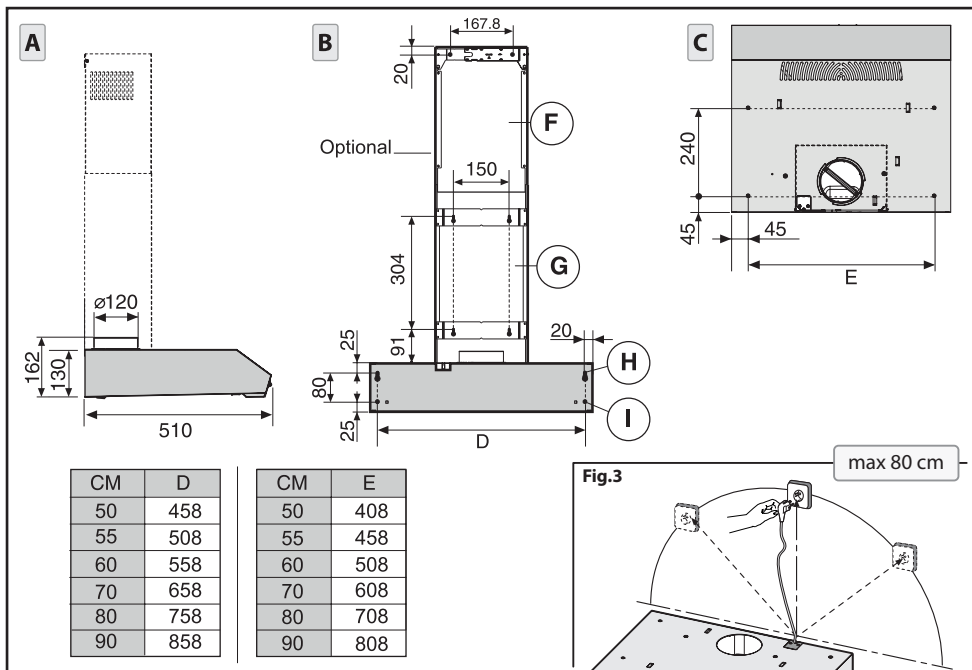

Fig.2
1. Montaggio della cappa nella parte inferiore del pensile (Fig.2):
2. Montaggio della cappa alla parete (Fig.2):